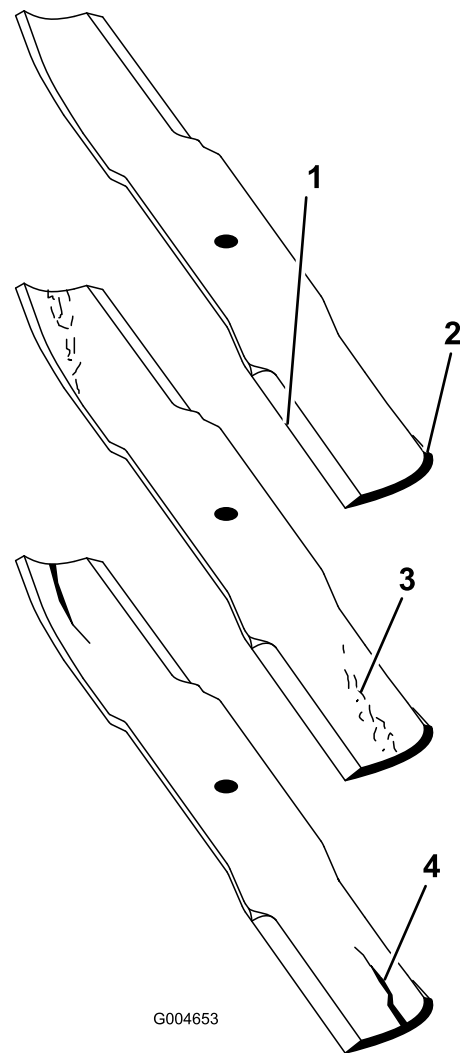

Bild 73
1. Untersuchen Sie die Schnittkanten (Bild 73). Entfernen und schärfen Sie die Messer, wenn die Schnittkanten nicht scharf sind oder Auskerbungen aufweisen. Siehe Schärfen der Messer“.
2. Prüfen Sie die Schnittmesser, insbesondere den gebogenen Bereich (Bild 73). Wenn Sie Schäden, Verschleiß oder Rillenbildung in diesem Bereich feststellen (Bild 73), sollten Sie sofort ein neues Schnittmesser einbauen.